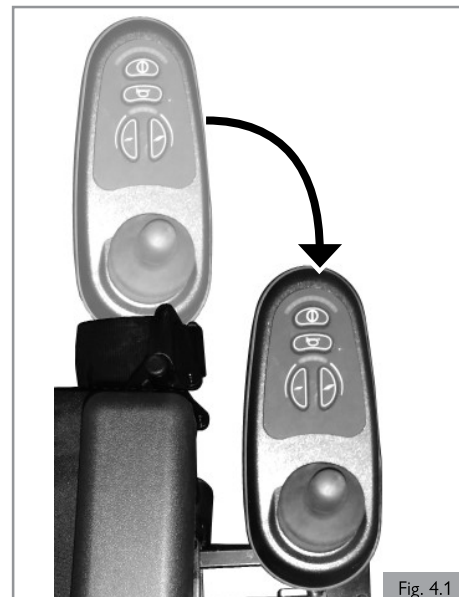

Fig. 4.1
- N'utilisez le fauteuil roulant qu'à une vitesse réduite et manœuvrable lorsque le dispositif d'inclinaison parallèle est utilisé. (Fig. 4.1)